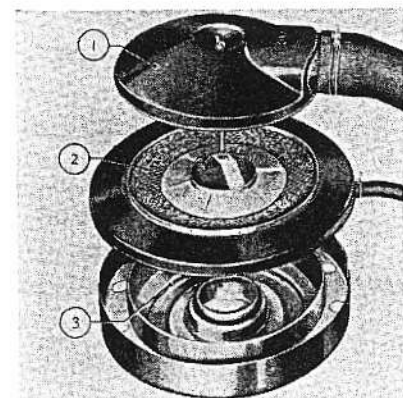

Fig. 19.
1. Maak de verbindingsklem tussen kleppendecksel en luchtfiler ontluchtingspijp los (fig. 19). Bij het verticale model diesel moet ook de klem losgemaakt worden, die de luchtfilterslang verbindt met het inlaatspruitstuk.